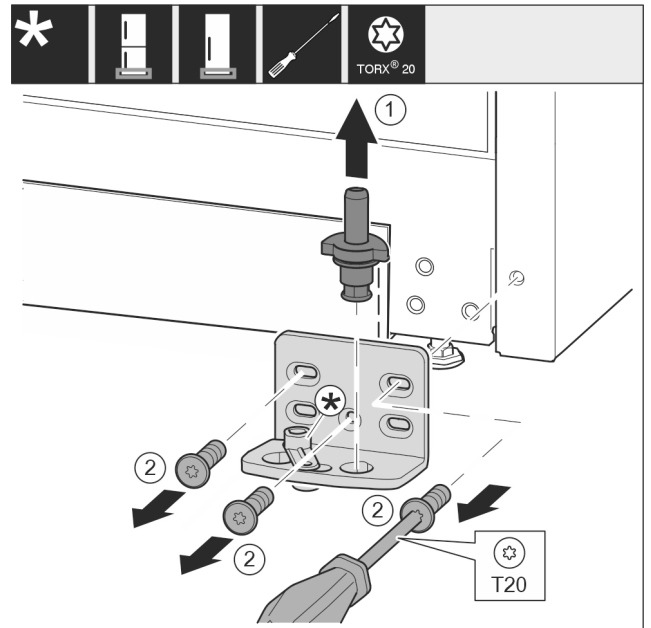

Fig. 14
- ▶ Izvucite svornjak ležaja Fig. 14 (1) potpuno prema gore.
- ▶ Odvijačem odvrnite vijke Fig. 14 (2) i skinite podložak ležaja.